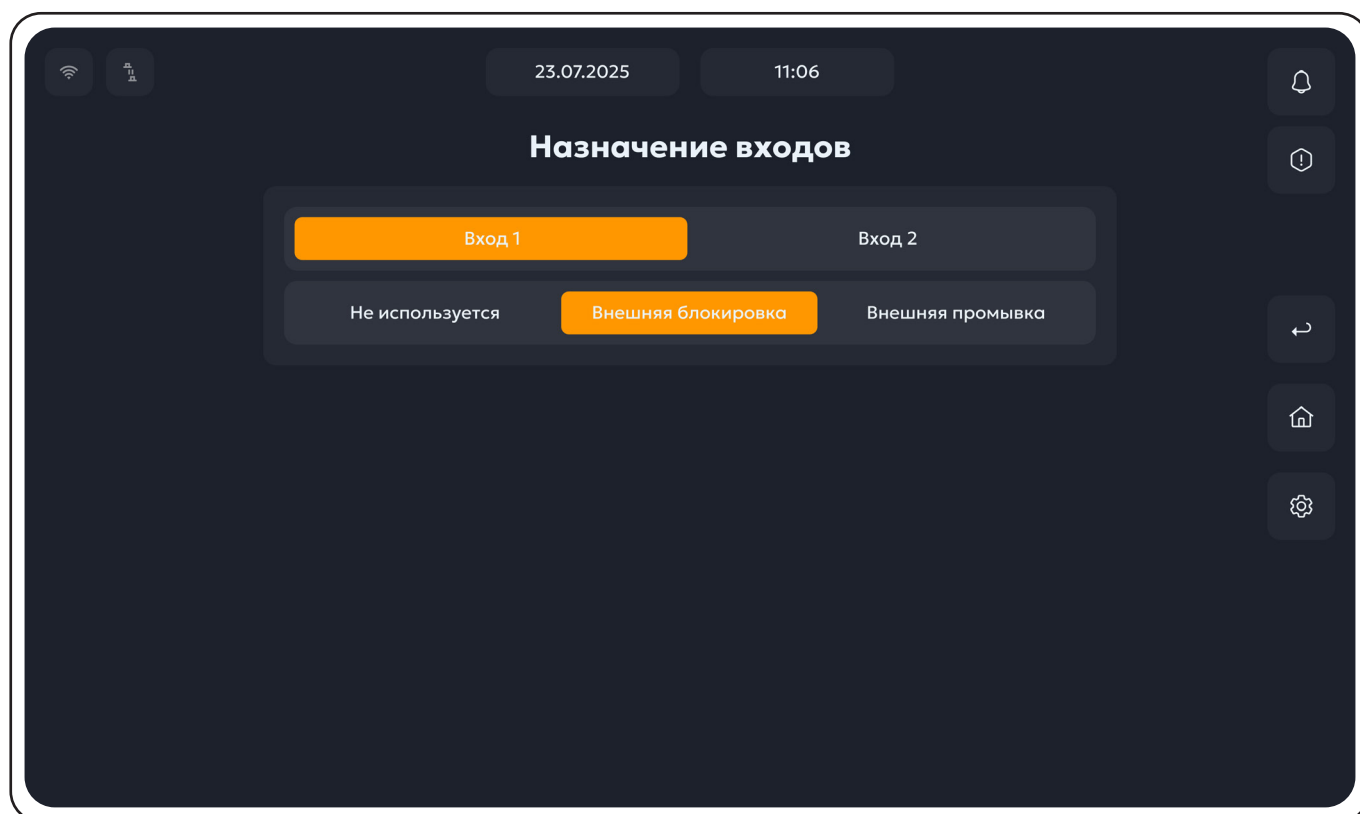

Рисунок 64. Меню настройки назначаемых входов.
1. Выбрать пункт **Назначение входов** и нажать кнопку **"Настроить"**, после чего откроется меню настройки назначаемых входов (рис.64);